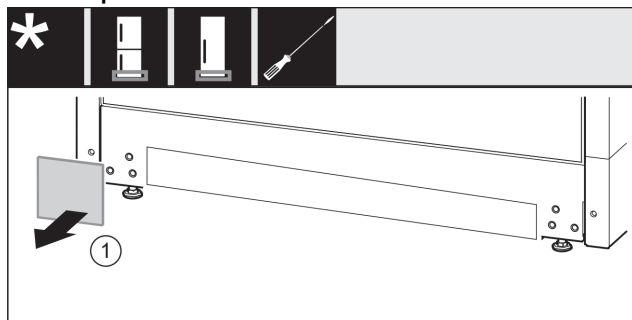

Fig. 17
- ▶ Ta av täckplattan. Fig. 17 (1)